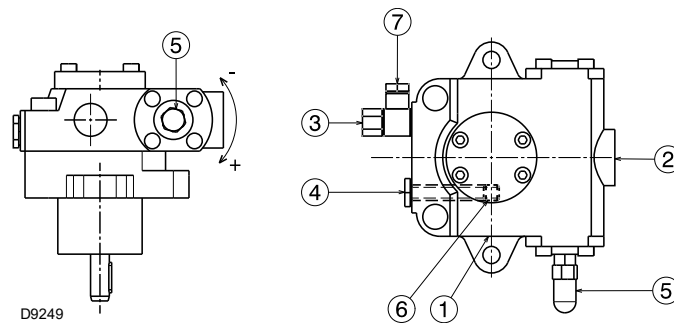

Fig. 22
Están instaladas en el quemador con el by-pass cerrado por el tornillo 6)(Fig. 22).
- A fin de que la bomba (Fig. 22) pueda autocebarse, es indispensable aflojar el tornillo 4) de la bomba para purgar el aire que pueda haber en el tubo de aspiración.
#### Leyenda (Fig. 22)
La operación indicada anteriormente es posible porque la bomba sale de fábrica llena de combustible. Si la bomba se ha vaciado, llenarla de combustible por el tapón del vacuómetro 4)(Fig. 22) antes de arrancarla, de otro modo quedará agrotada.